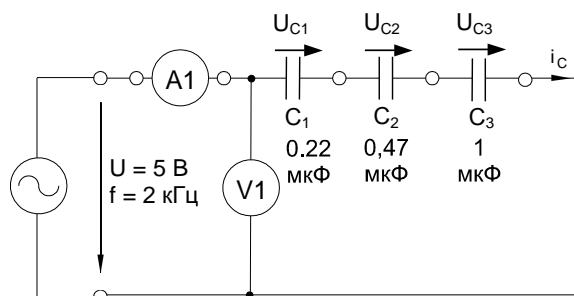

Рисунок 6.6. Схема последовательного соединения конденсаторов
- Соберите цепь согласно схеме (рис. 6.6) и подсоедините регулируемый источник синусоидального напряжения с параметрами $U = 5$ В и $f = 2$ кГц.